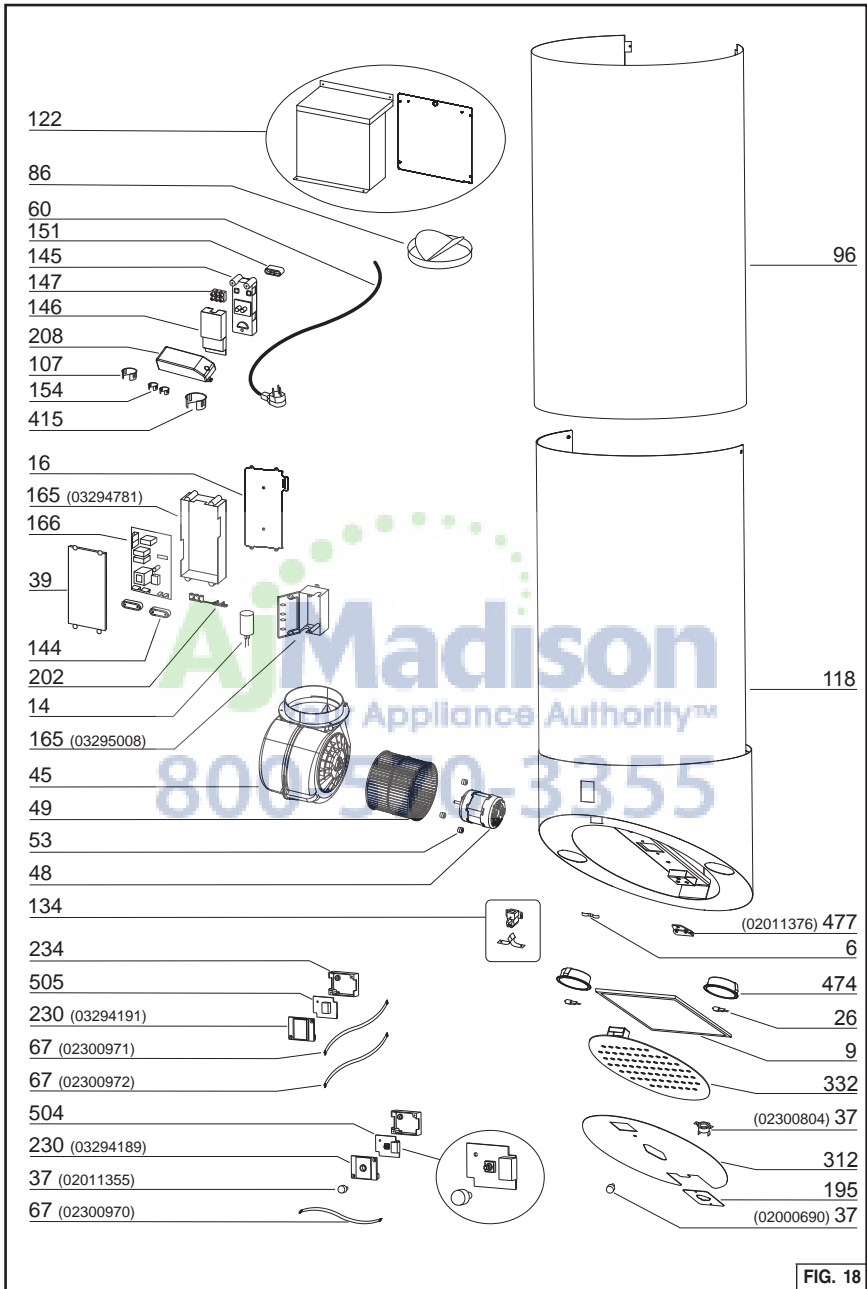

FIG. 18
7. Installez la boîte du collecteur sans canalisation avec quatre (4) vis à tête cylindrique M4 x 9,5. Fig. 18.